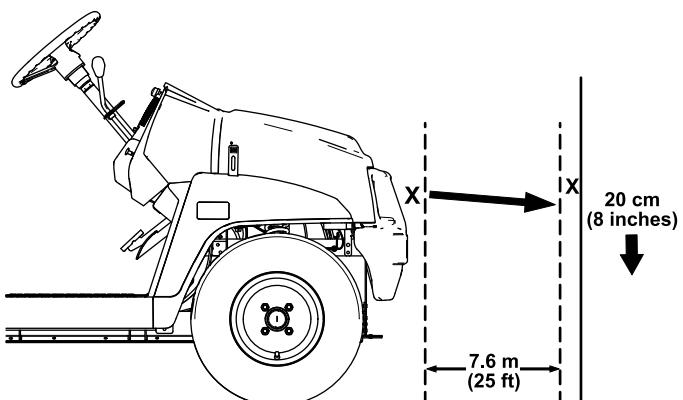

Figura 48
1. Estacione a máquina numa superfície nivelada com os faróis a cerca de 7,6 m de uma parede (Figura 48).
4. Anote para onde os faróis apontam na parede. A parte mais brilhante do feixe do farol deve estar 20 cm abaixo da marca colocada na parede (Figura 48).